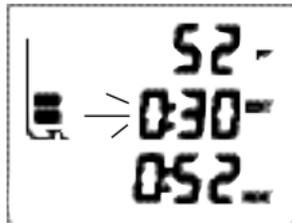

Fig. 107 - ALARMA EDT
Si la alarma EDT del modo APNEA se activa (ON) antes de iniciar una inmersión en modo APNEA, sonarán 3 avisos cortos y el valor del tiempo de inmersión transcurrido (min:seg) parpadeará en la pantalla PRINCIPAL (Fig. 107).